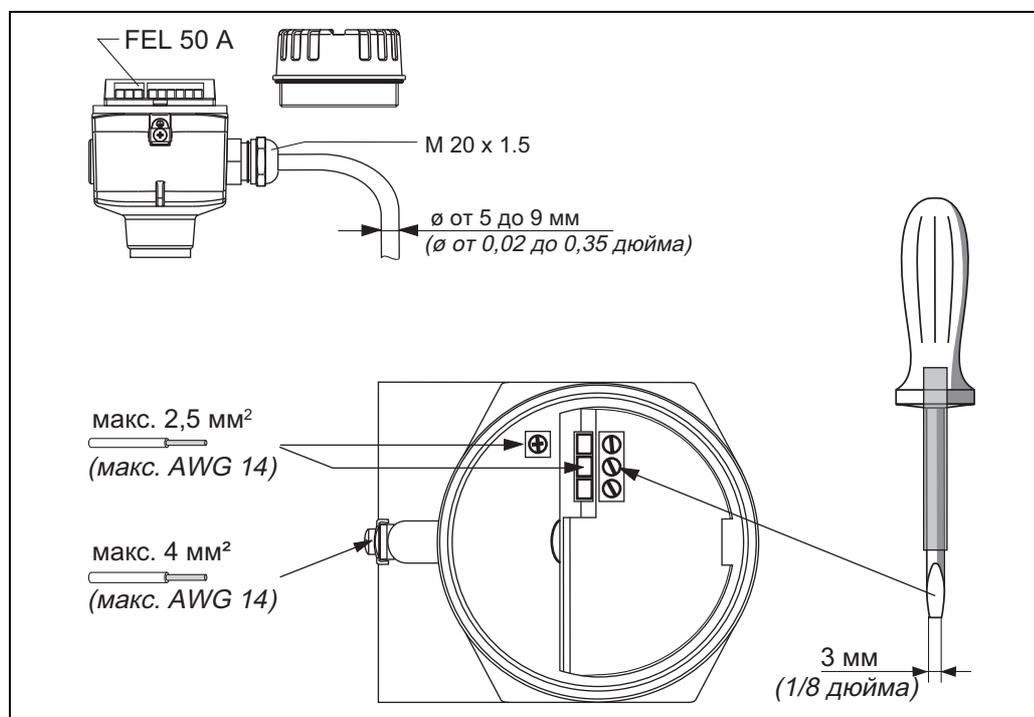
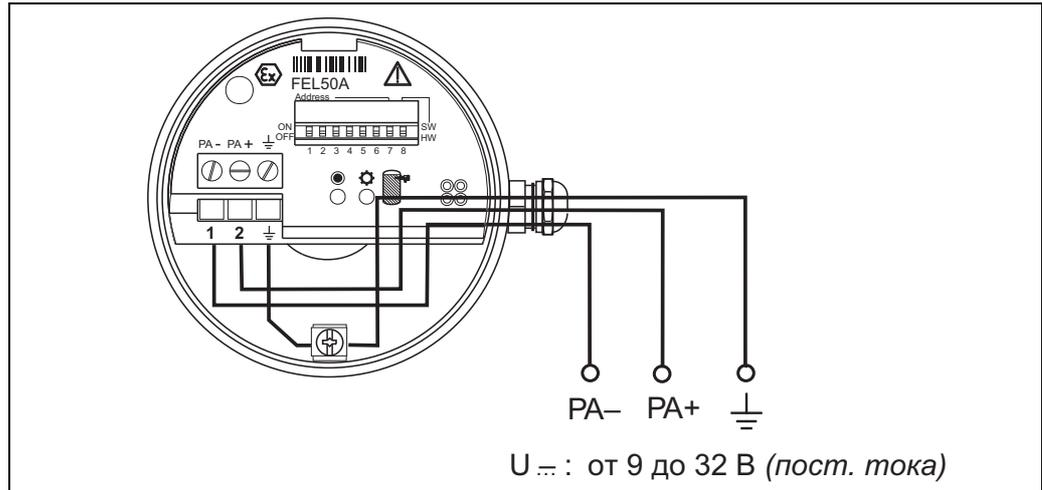

Рис. 5 Подключение преобразователя через кабельное уплотнение
Рис. 6 Назначение винтовых клемм
3. Подсоедините кабели согласно электрической схеме: см. рис. 5 и рис. 6.